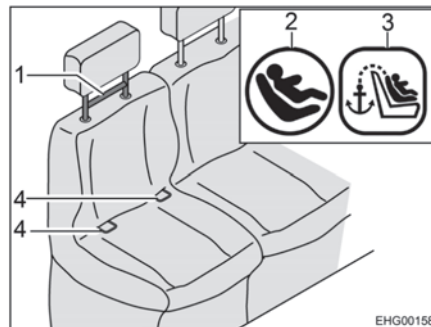
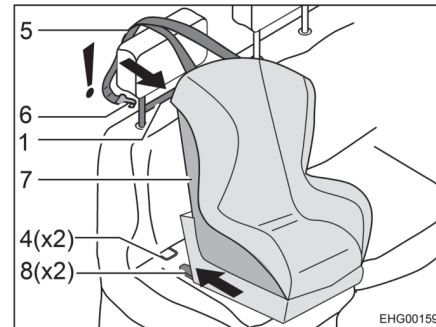

Bild 11 Stol med Isofix
Bild 12 Fäste med Isofix
Säten som är lämpade för Isofix markeras med Isofix-symbolen (Bild 11,2). Den övre hållremmens position markeras med en symbol (Bild 11,3).
- Låt låsarmen (Bild 12,8) haka fast i fästbygeln (Bild 11,4). Ett tydligt klickande ljud ska höras.
- Kontrollera med ett kraftigt ryck om barnstolen (Bild 12,7) sitter fast.
- För det övre hållremsskärpet (Bild 12,5) över sätets nackstöd.
- Haka fast fästhake (Bild 12,6) i övre hållrem (Bild 11,1).